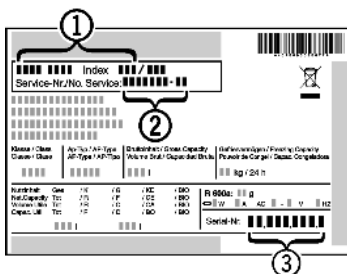

Fig. 7
- ▶ Назва пристрою *Fig. 7 (1)*, сервісний номер *Fig. 7 (2)* та серійний номер *Fig. 7 (3)* вказані на таблиці типів. Табличка типів знаходиться всередині пристрою, зліва.
- ▶ Повідомте сервісну службу про характер неполадки, назву пристрою *Fig. 7 (1)*, сервісний номер *Fig. 7 (2)* та серійний номер *Fig. 7 (3)*.